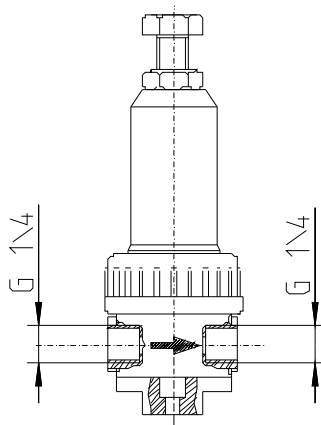

Fig. 2: valvola di mantenimento della pressione DN 6
- Sbloccare il controdado (vedere fig. 2).
- Aumento della pressione di lavoro: ruotare la vite di regolazione (vedere fig. 2) in senso orario.
- Riduzione della pressione di lavoro: ruotare la vite di regolazione (vedere fig. 2) in senso antiorario.